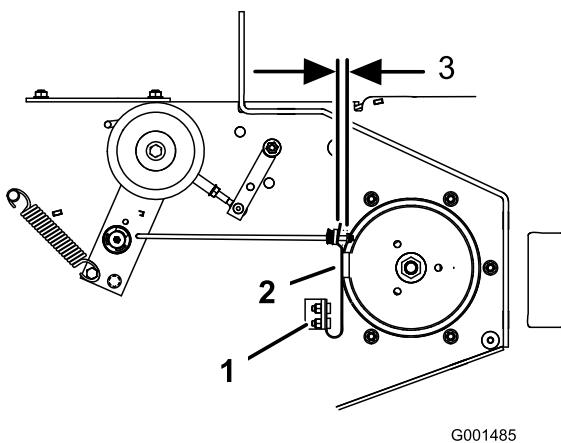

Figura 59
- Si es necesario, ajuste los pernos de montaje del muelle hasta que la pastilla de freno de la cuchilla roce contra ambos lados de la ranura de la polea (Figura 59).
- Ajuste la tuerca del extremo de la varilla de freno de la cuchilla hasta que quede un espacio de 3 mm – 5 mm (1/8 – 3/16 pulgada) entre la tuerca y el espaciador (Figura 59).